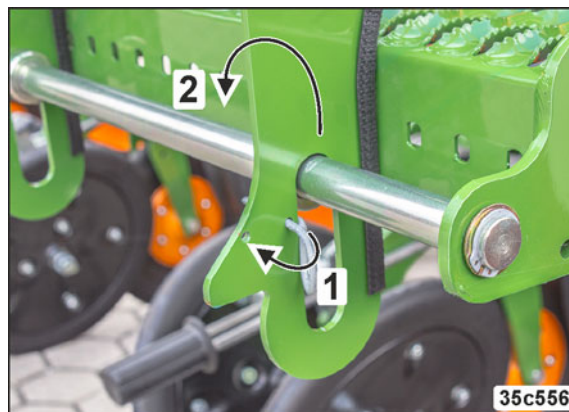

Fig. 240
- 3.1 Retirez la goupille à ressort (Fig. 240/1).
- 3.2 Soulevez et dépliez le marchepied vers le bas (Fig. 240/2).